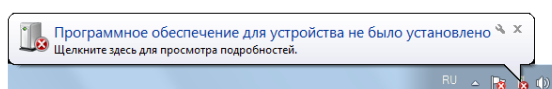

Рис. 5.1. Уведомление об отсутствии USB-драйвера
1. При первом подключении контроллера к ПК по интерфейсу USB в области уведомлений (в правой нижней части экрана) появится сообщение *Программное обеспечение для устройства не было установлено* (рис. 5.1).